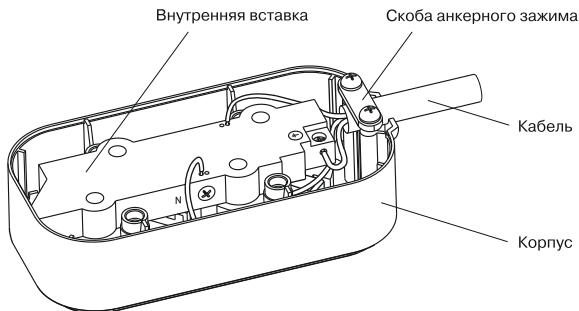

Рисунок 1. (Верхняя часть корпуса розетки не показана)
5.1 Инструкция по монтажу приведена на примере двойной розетки K02 (рисунок 1).